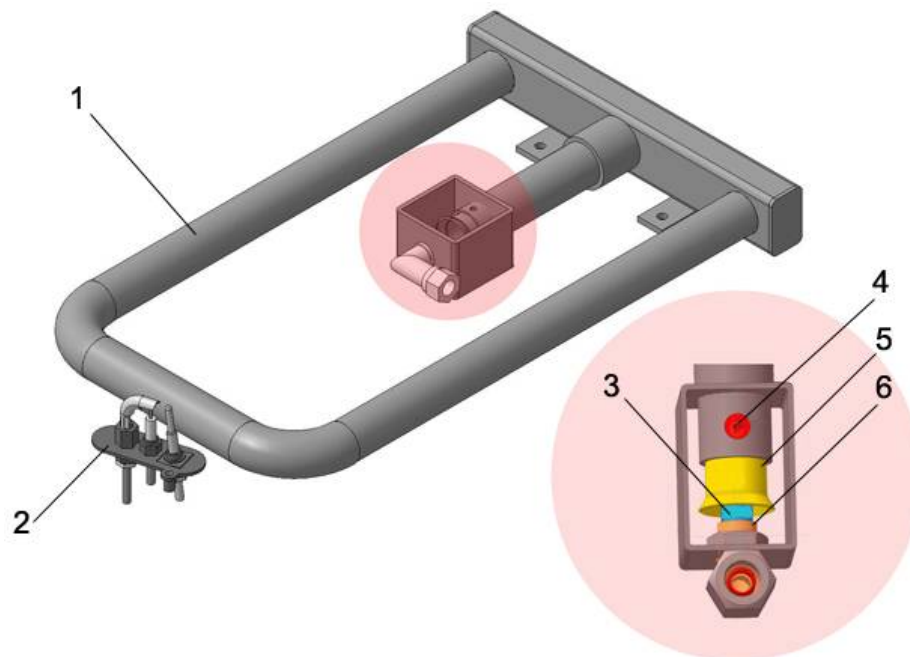

Рис.6. Общая конструкция горелок духового шкафа
- Найдите смеситель горелки (рис.6). Снимите крышку со смесителя, выкрутив крепежный винт.
- Ослабьте винт 4 (рис.6) и, перемещая цилиндр шибера 5 (рис.6), добейтесь нормального горения пламени.
- При достижении нормального пламени горелки закрепите шибер, затянув винт 4 (рис.6).
- Ослабьте винт крепления цилиндра шибера 4 (рис.6) и сдвиньте шибер 5 (рис.6).
- На место старого сопла вверните сопло 3 (рис.6), соответствующее используемому виду газа, согласно табл. 4.
- Верните шибер на место и зафиксируйте винт 4 (рис. 6).